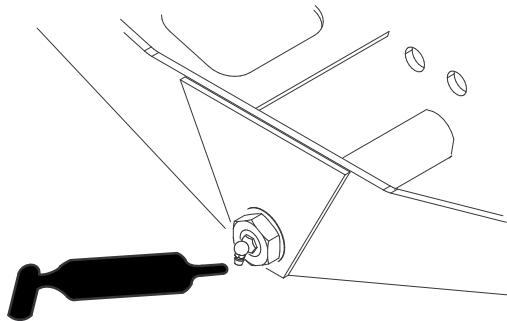

Figura 50
- Articulação da direção do eixo (1) (Figura 50)